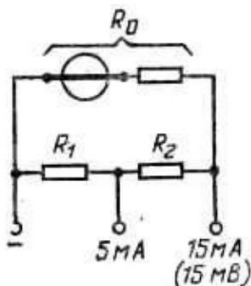

Рисунок 4.2 - Вимірювальний механізм мілівольметра
4. Струм повного відхилення у рамці вимірювального механізму мілівольметра (рисунок 4.2), що має межу вимірювання 15 мВ , дорівнює $I_0 = 0,12 \text{ мА}$. Визначте опір шунтів R_1 і R_2 для меж вимірювання 5 і $0,15 \text{ мА}$, якщо опір кола рамки вимірювального механізму $R_0 = 125 \text{ Ом}$.